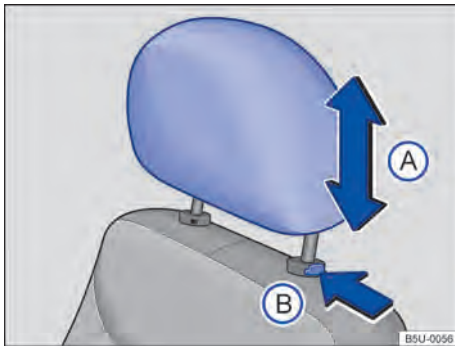
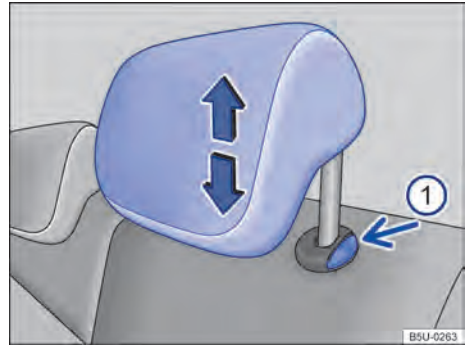

Fig. 59 Apoio para cabeça dianteiro: ajustar, desinstalar e instalar.
Fig. 60 Apoio para cabeça traseiros: ajustar, desinstalar e instalar.
- Empurrar o apoio para cabeça para cima ou para baixo na direção da seta → Fig. 59 (A) → ▲ em *Introdução ao tema* na página 70.
- Deslocar o apoio para cabeça para cima ou para baixo na direção da seta com o botão → Fig. 60 ① pressionado → ▲ em *Introdução ao tema* na página 70.
- Pressionar o botão → Fig. 59 (A) ou → Fig. 60 ① no sentido da seta. Retirar o apoio para cabeça com a tecla pressionada.
- Empurrar o apoio para a cabeça totalmente para baixo com o botão → Fig. 59 (A) pressionado.
- Empurrar o apoio para cabeça para baixo com o botão → Fig. 60 ① pressionado.